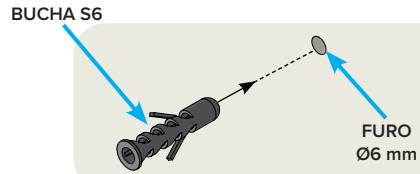

Figura 13 – Instalação das Buchas S6
5. INSTALAR as duas Buchas S6 nos furos da parede (Figura 13);